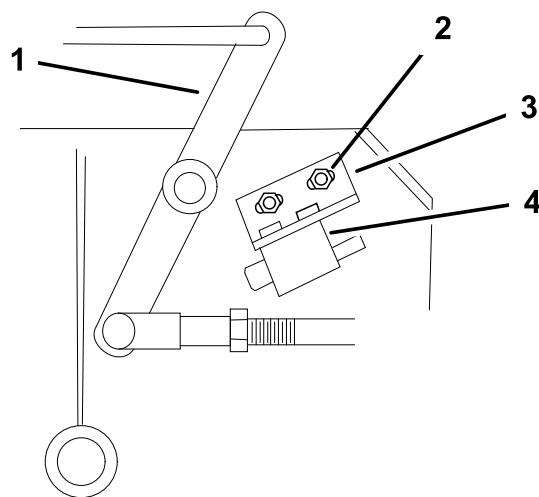

Figura 51
4. Se for necessário, ajuste o interruptor de segurança da lâmina desapertando os parafusos que seguram o suporte do interruptor (Figura 51).
Certifique-se de que a manivela **não** toca no corpo do interruptor, pois pode danificar o interruptor (Figura 51).